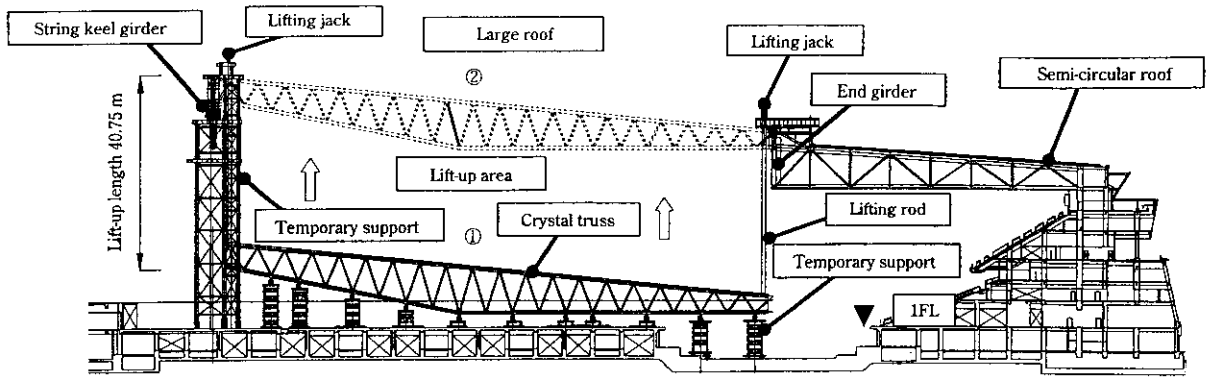

Fig. 2 Conceptual drawing of lift-up method
リフトアップ工法は、低所で組み立てられたものを所定の高さまで油圧ジャッキで引き上げ固定するもので、大空間構造建築物では (1) 低所での作業が可能で、安全性が高い、(2) 仮設材の縮小が図れることなどから広く活用されている。Fig. 2 にリフトアップ工事概要、Photo 1 左にリフトアップ中、右に完了写真、および Photo 2 にリフトアップ完了後のアリーナ全景写真を示す。